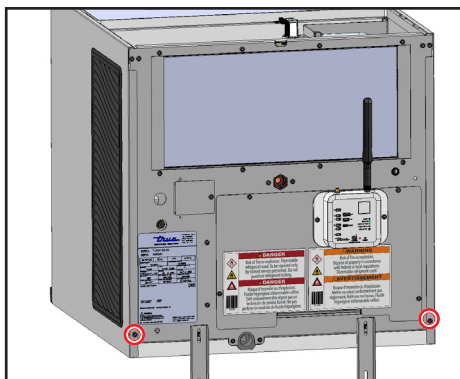

Fig. 5. Emplacements des vis du panneau latéral.
3. Déposez la vis arrière du panneau latéral. Voir Fig. 5.